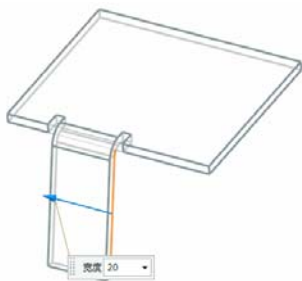
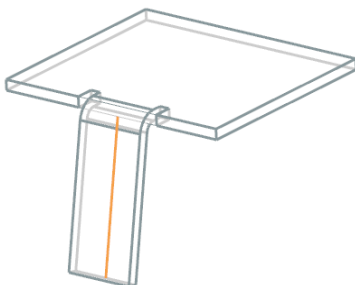

图 3-24 有限范围方式创建轮廓弯边示意图
图 3-25 对称范围方式创建轮廓弯边示意图
1) 有限：是指创建有限宽度的轮廓弯边的方法，有限范围方式创建轮廓弯边示意图如图 3-24 所示。
2) 对称：是指用二分之一的轮廓弯边宽度值来定义轮廓两侧距离来定义轮廓弯边宽度创建轮廓弯边的方法，对称范围方式创建轮廓弯边示意图如图 3-25 所示。
(2) 宽度：是指设置轮廓弯边拉伸的范围，对有限范围和对称范围选项有效，对于有限范围时所定义的距离值等于轮廓弯边的宽度，如图 3-24 所示；对于对称范围时所定义的距离值等于轮廓弯边宽度的一半，如图 3-25 所示。